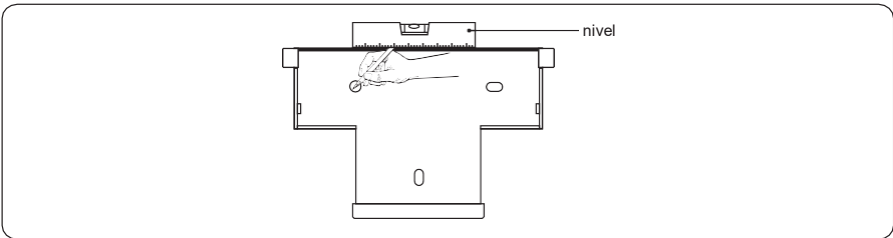

Figura 4.11 Marque los puntos donde debe taladrar con un rotulador
**Paso 3** Nivele los orificios con un nivel y marque los puntos en los que debe taladrar con un rotulador (véase la figura 4.11).